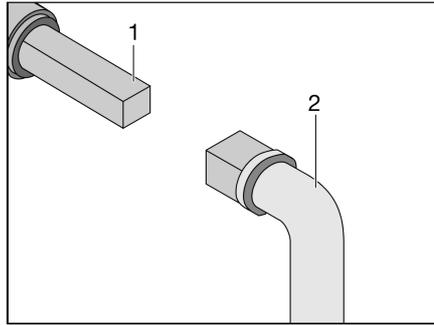

Bild 257 Bedienung Abwasserhahn
- Schlüssel (Bild 257,2) auf Vierkant (Bild 257,1) stecken.